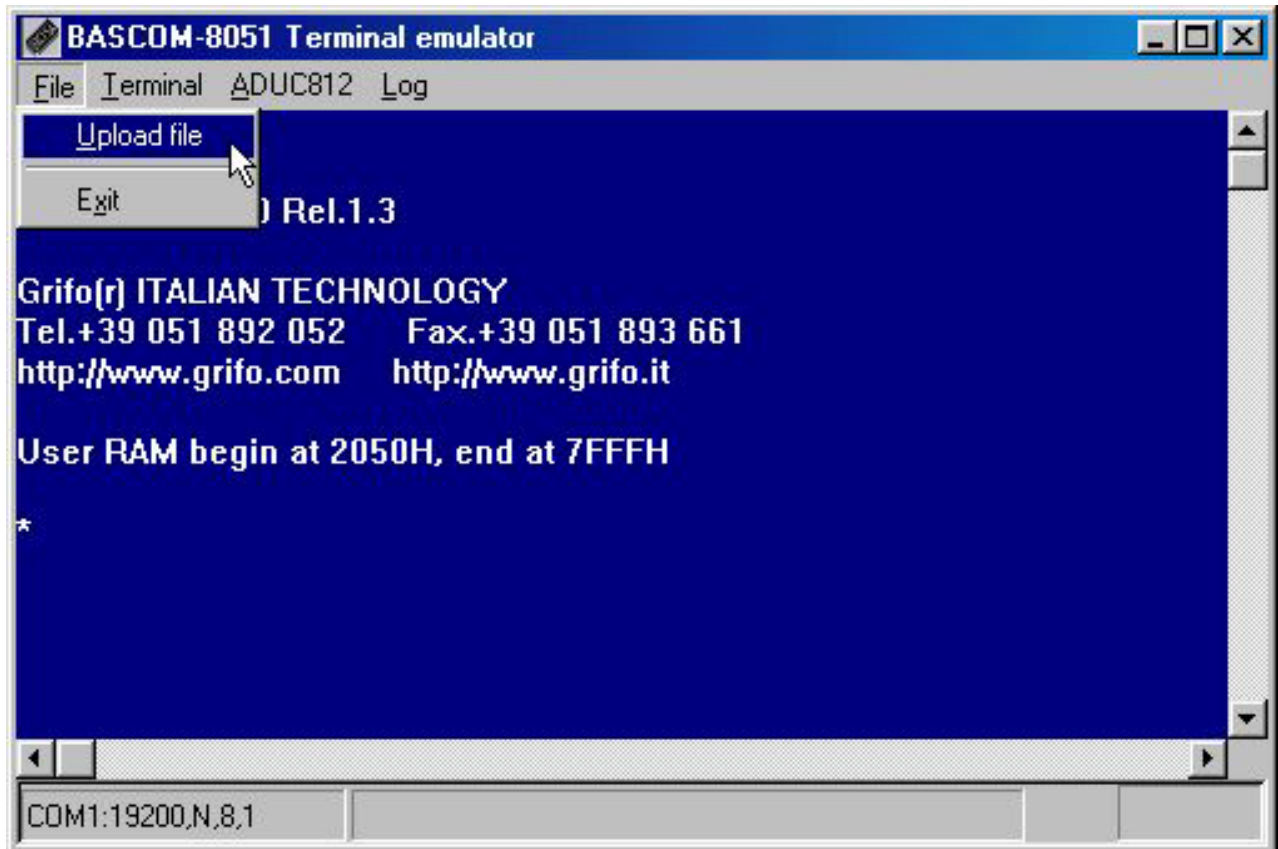

FIGURA 6: SCARICAMENTO DEL FILE INTEL HEX CON BASCOM 8051
- Iniziate lo scaricamento del file Intel Hex con la voce File | Upload del menu (vedere figura 6).